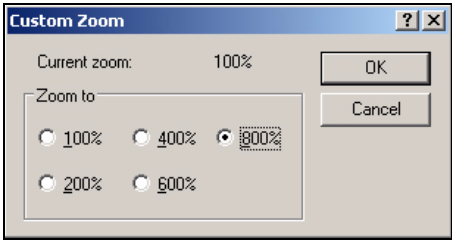

图 5-41: 自定义缩放
- 2 切换到 *View（视图） > Zoom（缩放） > Custom（自定义）*。出现 *Custom Zoom（自定义缩放）*（请参阅第 5-49 页的图 5-41）对话框。